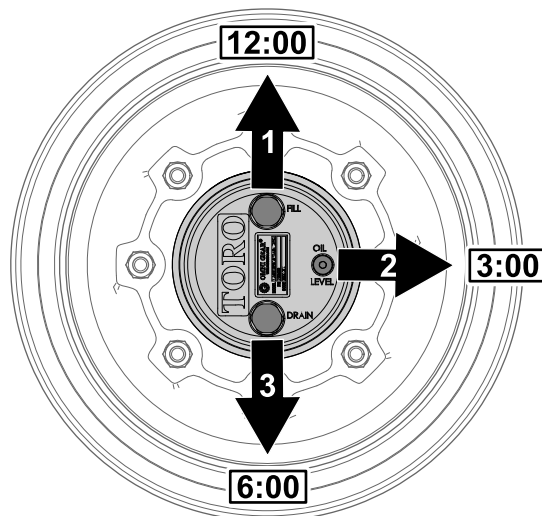

Figure 72
1. Garez la machine sur une surface plane et horizontale, puis tournez la roue de sorte que le bouchon de remplissage soit à la position 12 heures, le bouchon de contrôle soit à la position 3 heures et le bouchon de vidange soit à la position 6 heures (Figure 72).
2. Retirez le bouchon de contrôle à la position 3 heures (Figure 72).
soit à la position 6 heures ; voir Figure 72 sous Contrôle du niveau de lubrifiant du train planétaire (page 73).